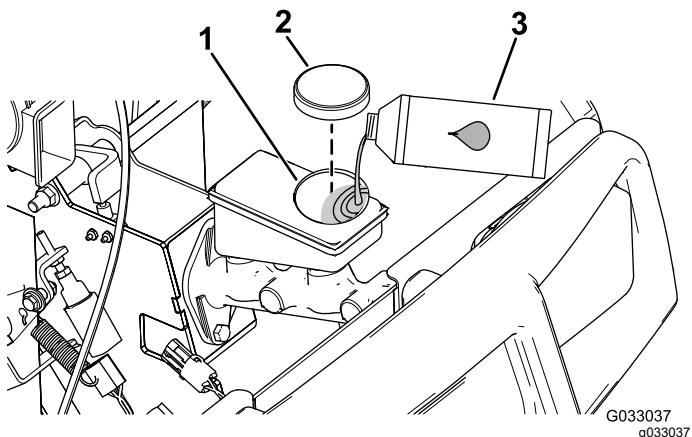

Figura 65
- A. Limpe a zona em redor da tampa do reservatório e retire-a (Figura 65).
- C. Coloque a tampa do reservatório (Figura 65).
4. Eleve novamente o capot para aceder ao cilindro principal do travão e reservatório (Figura 65).